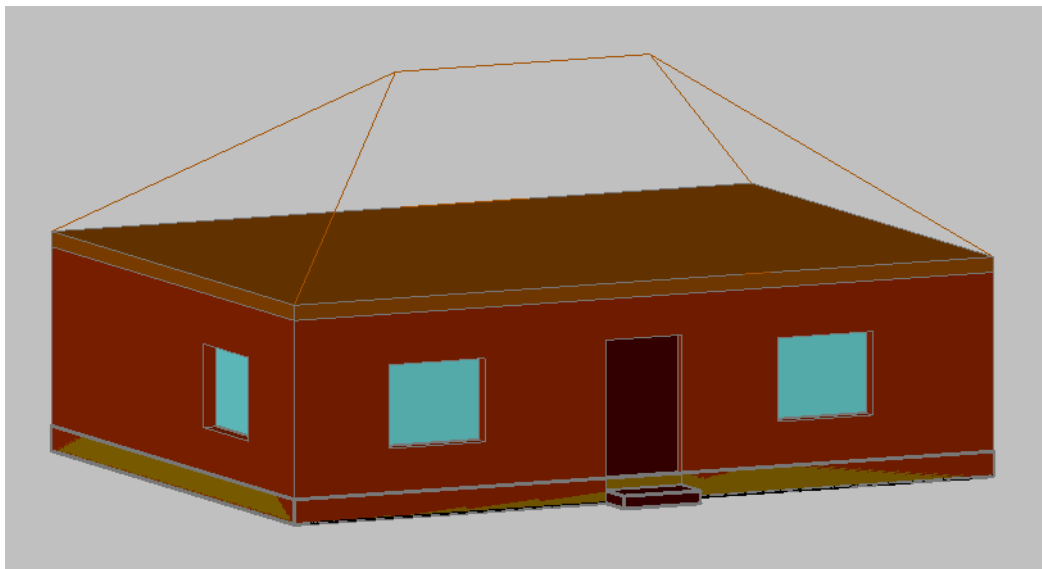

Рис. 30
10. В Концептуальном стиле это выглядит следующим образом (*Рис. 30*):